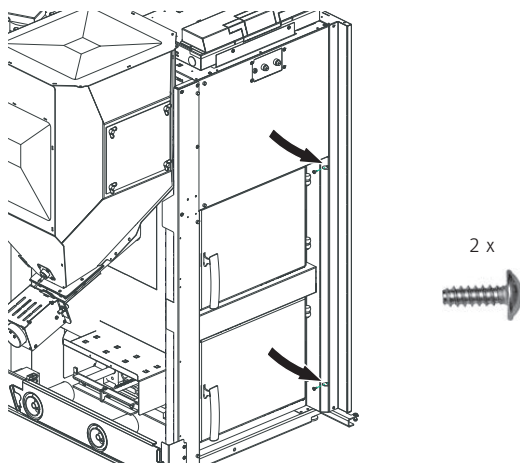

Fig. 68 Avvitare la parete laterale con 2 viti autofilettanti
- Avvitare la parete laterale destra davanti con 2 viti autofilettanti – Fig. 68.